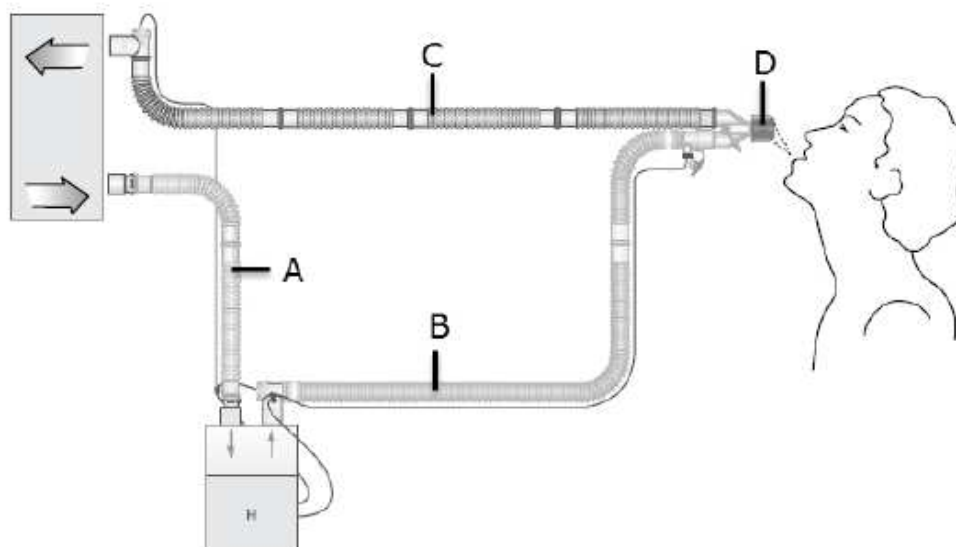
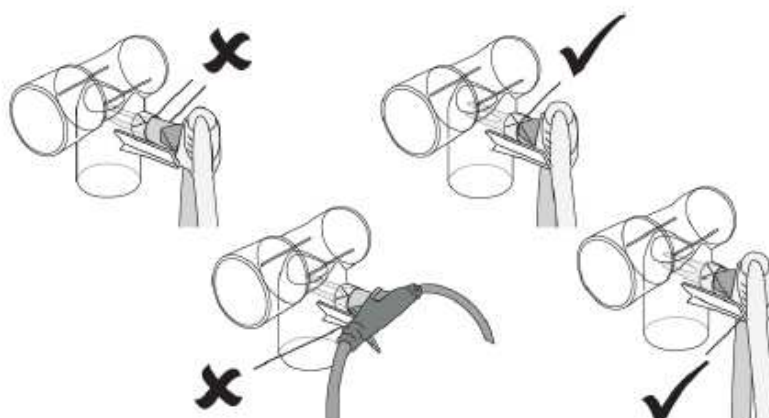

Figure 1 Configuration du système
Figure 2. Insertion correcte de l'extrémité distale de la sonde de température
| | <p>Mode d'emploi</p> <p>Préparation</p> <p>1. Installation de la chambre</p> <ul style="list-style-type: none"> • Glissez la chambre d'humidification sur la plaque supérieure de la base et retirez la cassette des ports de la chambre. <p>2. Suspension de la poche d'eau à la potence</p> <ul style="list-style-type: none"> • Déroulez le kit de remplissage de la cassette et retirez le bouchon rouge de la pointe, puis percez la poche. <p>Accrochez la poche à la potence au-dessus de la chambre d'humidification.</p> <p>Consultez le mode d'emploi de la chambre d'humidification pour en savoir plus.</p> <ul style="list-style-type: none"> • Veillez à ce que la ligne d'alimentation ne soit pas entortillée et que la chambre commence à se remplir. <p>3. Raccordement du circuit respiratoire (Figure 1)</p> <ul style="list-style-type: none"> • Attachez la branche sèche (A) au port inspiratoire du respirateur et au port de la chambre. • Raccordez le coude de la branche inspiratoire verte (B) à l'autre port de la chambre. • Raccordez la branche expiratoire (C) au port expiratoire du respirateur. <p>4. Raccordement de la sonde de température</p> <ul style="list-style-type: none"> • Branchez le raccord de la sonde de température à la prise correspondante sur la base de l'humidificateur. • Insérez l'extrémité distale de la sonde de température dans le port sur le coude de la chambre. Consultez la Figure 2. • Insérez l'extrémité proximale de la sonde de température dans le port à l'extrémité patient de la branche inspiratoire verte. <p>AVERTISSEMENT Veillez à ce que l'extrémité proximale de la sonde de température soit placée dans la branche inspiratoire et non dans la pièce en Y.</p> <p>5. Raccordement de l'adaptateur électrique pour fil chauffant</p> <ul style="list-style-type: none"> • Branchez l'adaptateur pour fil chauffant à la prise sur la base de l'humidificateur. • Branchez l'extrémité type feuille de trèfle à la prise sur le coude du circuit respiratoire au-dessus de la chambre. <p>Circuits respiratoires à deux fils chauffants</p> <ul style="list-style-type: none"> • Branchez l'extrémité ovale à la prise sur le coude du port expiratoire du respirateur. <p>6. Allumage de la base de l'humidificateur</p> <ul style="list-style-type: none"> • Assurez-vous que le mode approprié est activé. <p>7. Raccordement du circuit respiratoire</p> <ul style="list-style-type: none"> • Retirez le bouchon de sécurité rouge (D) de la pièce en Y et attachez cette dernière à l'interface patient. |
| 6.3 | <p>Précautions d'emploi :</p> <p>Circuit de ventilation :</p> <p>Contrôles préalables à l'utilisation</p> <p>AVERTISSEMENT</p> <ol style="list-style-type: none"> 1. Chaque composant du circuit respiratoire doit être visuellement inspecté et le fonctionnement doit être vérifié. Détectez toute fuite ou occlusion avant l'utilisation sur un nouveau patient. Veillez à ce que les raccords soient bien en place. 2. Afin d'éviter la déconnexion du système de tubulures en cours d'utilisation, utilisez ce système uniquement avec des dispositifs et/ou des accessoires conformes aux normes internationales en vigueur. 3. Effectuez un autodiagnostic du respirateur après le montage du circuit respiratoire et des accessoires associés avant l'utilisation sur un nouveau patient. 4. Avant toute utilisation, consultez la documentation et le mode d'emploi de tous les appareils connectés ou de la combinaison des appareils. 5. Vérifiez le fil chauffant enroulé. N'utilisez pas le circuit respiratoire à fil chauffant si le fil est emmêlé dans les tubes. 6. Assurez-vous que l'humidificateur est installé plus bas que le patient et le respirateur. Consultez la Figure 1. <p>MISE EN GARDE</p> <ol style="list-style-type: none"> 1. Avant de procéder à l'installation, vérifiez que tous les composants du circuit respiratoire sont libres de toute obstruction ou de tout corps étranger et qu'il y a une voie aérienne dégagée. 2. Pour éviter toute contamination, le dispositif doit rester emballé jusqu'à ce qu'il soit prêt à l'emploi. N'utilisez pas le produit si l'emballage est endommagé. 3. Lors de la connexion ou déconnexion du circuit respiratoire, maintenir le raccord et exercer une action pousser-tourner. 4. Utilisez le bouchon de sécurité rouge pour fermer le port de connexion patient du circuit respiratoire comme indiqué par le protocole d'autodiagnostic du respirateur. Assurez-vous que le bouchon de sécurité rouge est bien en place afin d'empêcher un retrait accidentel pendant l'autodiagnostic. <p>Contrôles pendant l'utilisation</p> <p>AVERTISSEMENT</p> <ol style="list-style-type: none"> 1. Ne recouvrez pas le circuit respiratoire avec un objet susceptible d'isoler le flux d'air autour du tube, au risque de compromettre le transfert de chaleur et d'endommager le système, ou encore d'entraver l'administration des gaz au patient. 2. La partie du système respiratoire de 25 cm reliée au raccord patient est une partie appliquée. Évitez tout contact prolongé des autres pièces du système avec la peau du patient. 3. N'étirez pas les tubulures. 4. Surveillez les paramètres cliniques du patient pendant le traitement. <p>MISE EN GARDE</p> <ol style="list-style-type: none"> 1. Vérifiez le niveau d'eau de la chambre d'humidification au cours du traitement et avant de le démarrer. Consultez le mode d'emploi de la chambre pour en savoir plus. 2. Vérifiez l'état de l'humidificateur au cours du traitement et avant de le démarrer. Consultez le mode d'emploi de l'humidificateur pour en savoir plus. <p>Durée d'utilisation</p> <p>Produit à usage unique. Durée d'utilisation maximale de 7 jours. Le début d'utilisation est défini par la première connexion à l'équipement. Ne le réutilisez pas. Une réutilisation présente un risque pour la sécurité du patient en termes de contamination croisée, de dysfonctionnement et de rupture du dispositif. Un nettoyage peut provoquer un dysfonctionnement et une rupture du dispositif.</p> <p>AVERTISSEMENT</p> |